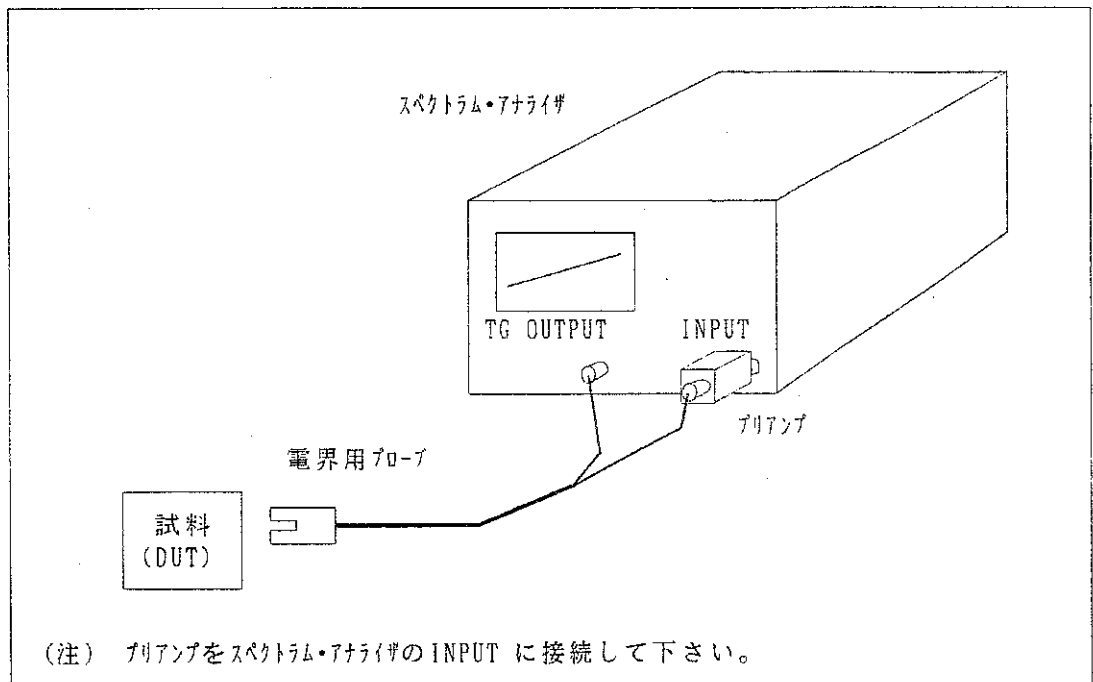
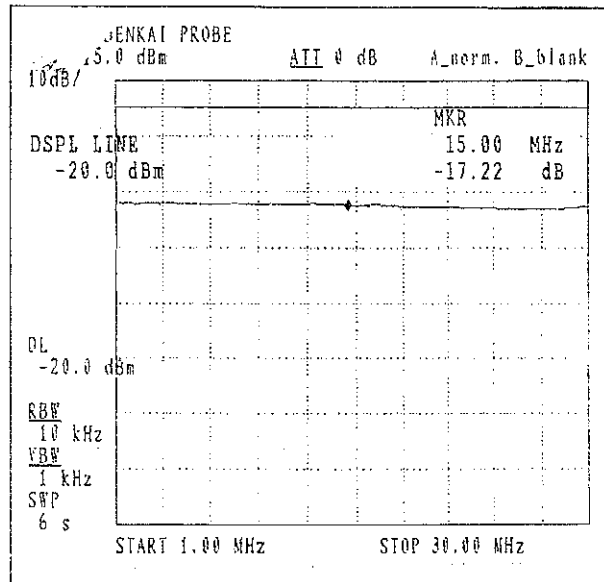

図 4-1 接続図
図 4-2 シールド材料の測定例
(1) 測定方法
④ 電界、磁界用プローブ共通の測定
⑤ 電界用プローブのみの測定
- 電界用プローブにプリアンプR14601を使用して、スペクトラム・アナライザ R3361A と 図4-1 のように接続します。そして、R3361Aを以下のように設定して、シールド材料の測定を行うと、図4-2 のような比較測定ができます。
- ① TG OUTPUT : 0dBm
- ② INPUT ATT. : 0dB
- ③ REF LEVEL : -20dBm
- ④ START FREQ. : 1MHz
- ⑤ STOP FREQ. : 30MHz
- ⑥ RBW : 10kHz
- ⑦ VBW : 1kHz